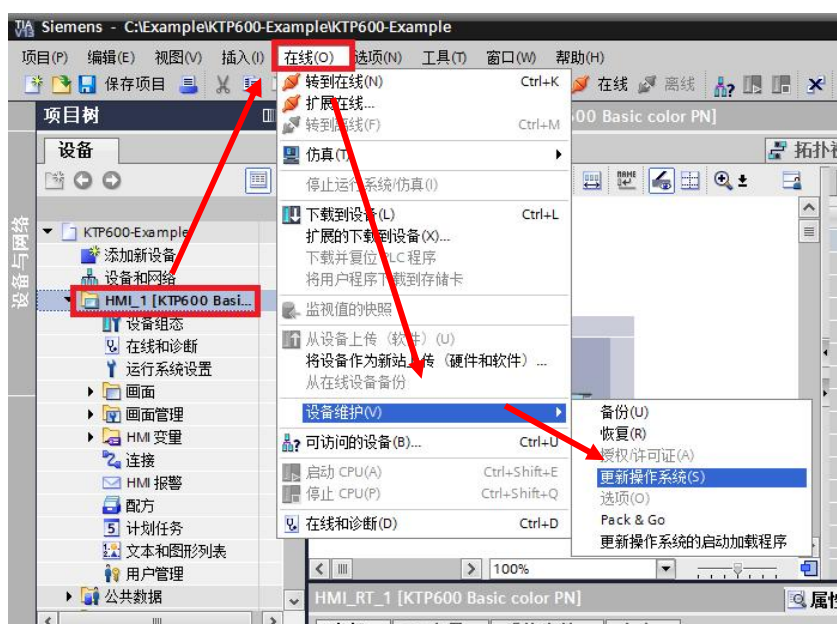

图 5-7
1. 建立连接后，打开您的 WinCC(TIA 博途)项目，在项目树内选中 KTP600 Basic color PN，并选择菜单“在线”→“设备维护”→“更新操作系统(S)”，如图 5-7 所示。